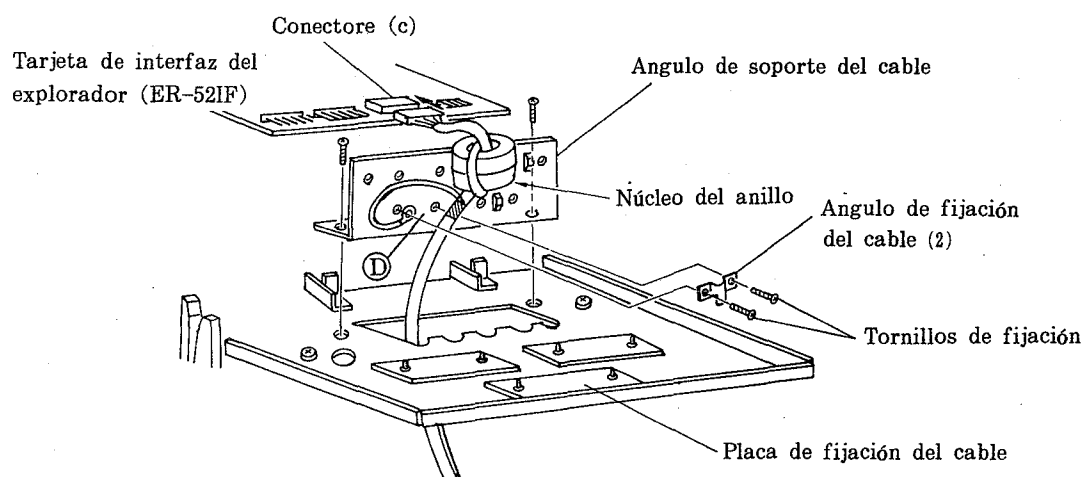

Figura 56
- (7) Utilice el ángulo de fijación del cable (2) para fijar el cable de la IO-17SC2 y el cable de puesta a tierra en la sección (D) del ángulo de soporte del cable. (Vea la figura 56 de arriba.)
- (8) Coloque de nuevo y fije el ángulo de soporte del cable a la placa de fijación del cable.
- (9) Invierta el procedimiento (2) para acoplar la cubierta posterior.